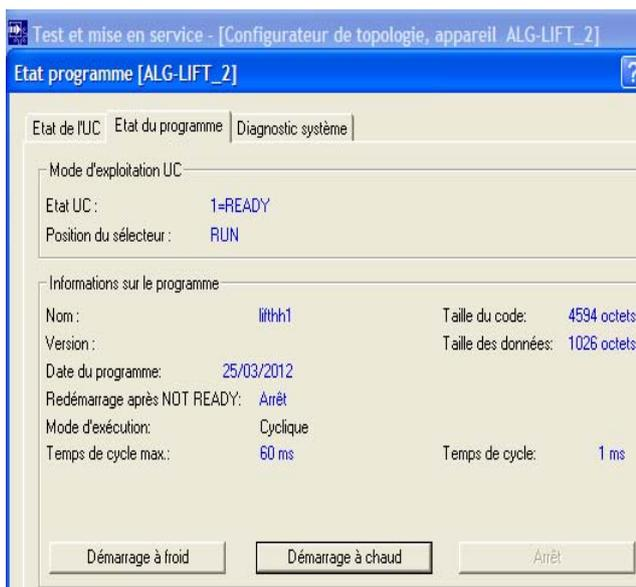

Figure A6
- puis choisissez le fichier « algo1\_lift2 », et appuyez sur le sens de transfert PC==>Automate. La fenêtre figure A6 s'ouvre.